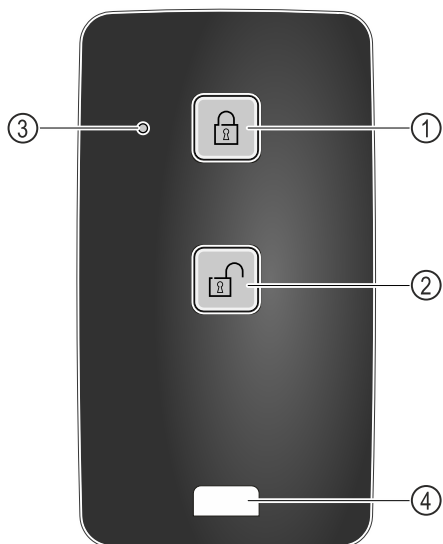

Fig. 149
- (1) Zablokování zámku (3) Stavová LED
(2) Odblokování zámku (4) Upevňovací očko
- ▶ Na dálkovém ovládání stiskněte tlačítko Fig. 149 (1).
- ▶ Na dálkovém ovládání stiskněte tlačítko Fig. 149 (2).
- ▶ Stavová LED Fig. 149 (3) vydá při stisknutí tlačítka optickou zpětnou vazbu.
- ▶ Očko Fig. 149 (4) k upevnění dálkového ovládání, např. na svazek klíčů.